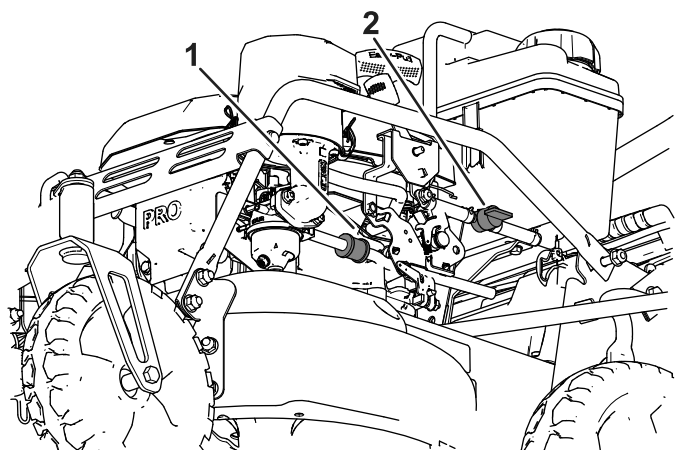

Figura 29
3. Cierre la válvula de cierre del combustible (Figura 29).
4. Retire el filtro de combustible (Figura 29) del tubo de combustible aflojando las abrazaderas de cada lado del filtro de combustible.